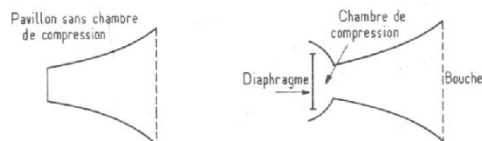

FIG. 1
**acoustique**, ou **chambre de compression**, les vibrations à haute pression et à faible amplitude produites par les vibrations mécaniques d'une membrane vibrante de diamètre relativement réduit. La petite masse d'air contenue dans la chambre entre alors en vibration, et ces vibrations se propagent de proche en proche dans les couches d'air successives du pavillon, dont la section augmente progressivement, jusqu'à la bouche ; on cherche à rendre la surface de celle-ci la plus grande possible, de façon que l'air ambiant soit mis en mouvement par une masse d'air déjà importante (Fig. 1 et 2).